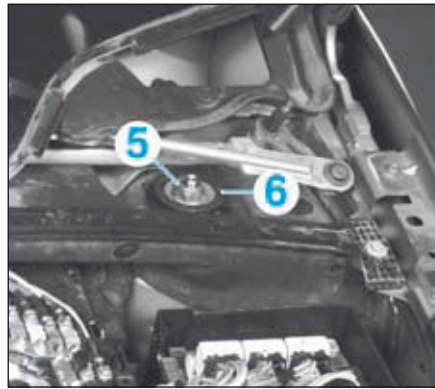

FIG.7
- Déposer (Fig.7) :
- l'écrou (5),
- la coupelle (6).